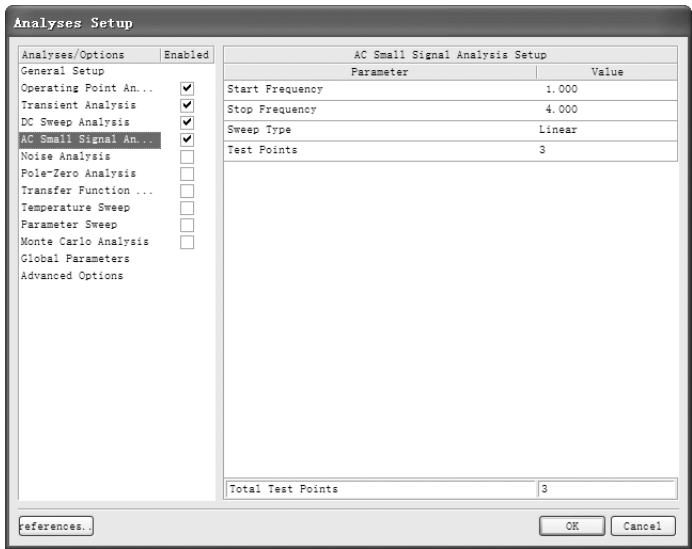

图 12-32 设置“AC Sweep Analysis”选项参数
4) 勾选“Analysis Setup”（分析/选项）列表框中的“AC Sweep Analysis”（交流扫描分析）复选框，设置“AC Sweep Analysis”（交流扫描分析）选项参数如图 12-32 所示。